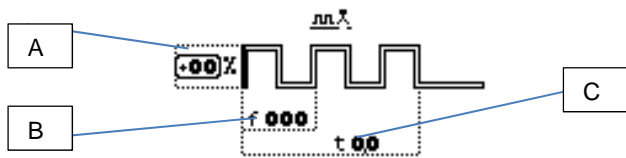

Fig.10
**OPTION DE SOUDURE E-START (OPTION) SEULEMENT TIG DC.** Start pulsé utilisable seulement dans la méthode de soudure en DC avec amorçage à haute fréquence, très utile pour optimiser le pointage des tôles dans la phase initiale de la soudure. Configurer le courant de soudure (fig. 3 réf. N), sélectionner enfin, par le codeur **S1**, le sous-menu d'option (fig. 3 réf. D) et configurer le pourcentage du second courant de soudure pulsée par rapport au premier (fig. 10 réf. A) de -50% à + 99%, de la fréquence de soudure (fig. 10 réf. B), de 50 à 200Hz, et le temps de pointage (fig. 10 réf. C) de 0,1 à 9,9 s.